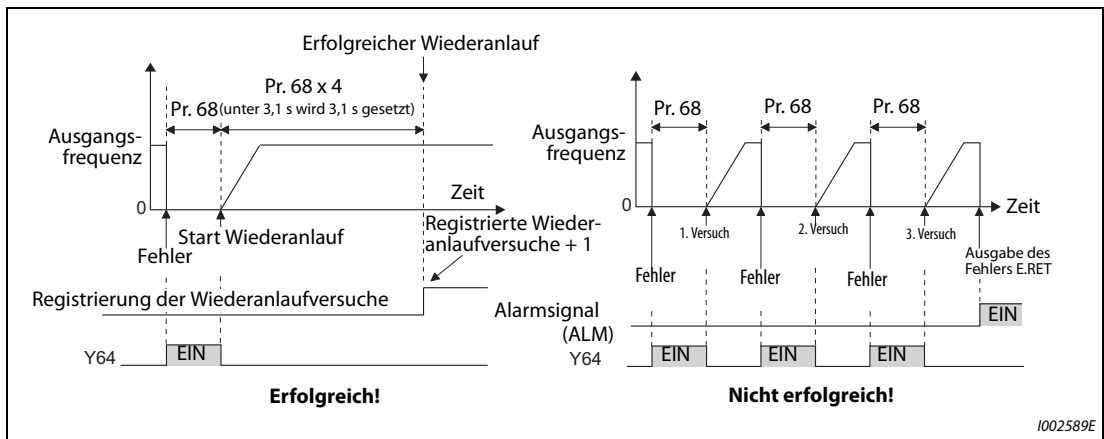

Abb. 5-127: Beispiel für einen erfolgreich und einen nicht erfolgreich ausgeführten Wiederanlauf
- Übersteigt die Anzahl der Wiederanlaufversuche den mit Parameter 67 eingestellten Wert, erfolgt die Ausgabe der Fehlermeldung „E.RET“ (siehe auch Abb. 5-127).